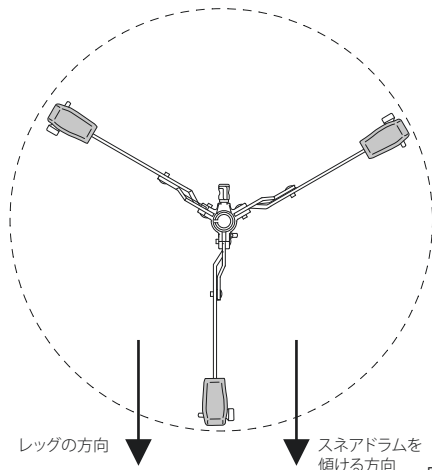

図14
- ・スタンド本体の安定感を保つため、レッグ3本の内の1本はスネアドラムを傾ける方向と同じ方向にセッティングして下さい(図14)。